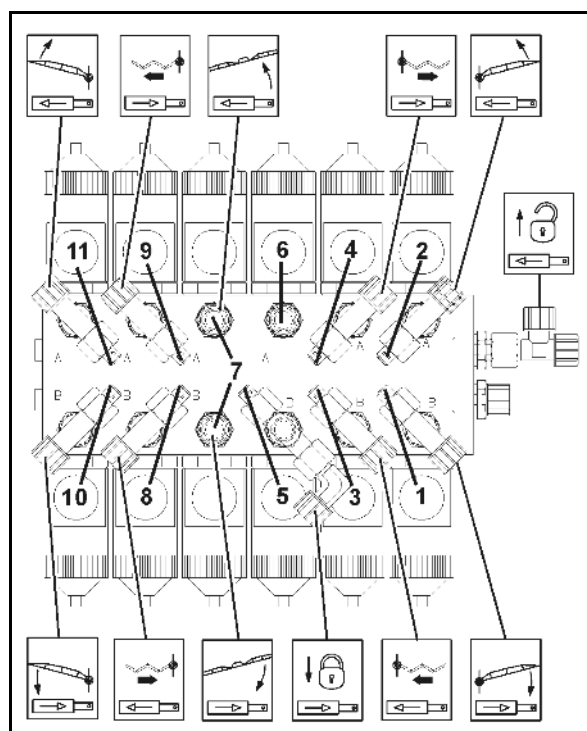

Fig. 177
Ist dies nicht der Fall, bei **entriegeltem** Schwingungsausgleich das ausgefaltete Spritzgestänge über Gegengewichte (Fig. 177/1) ausrichten. Die Gegengewichte entsprechend am Ausleger befestigen.
1. Schrauben (Fig. 177/2) der Befestigungslasche (Fig. 177/3) lösen. Die Ausrichtung erfolgt direkt an der Kunststoffklaue (Fig. 177/4) durch die Langlöcher der Befestigungslasche.
3. Schrauben (Fig. 177/2) anziehen.